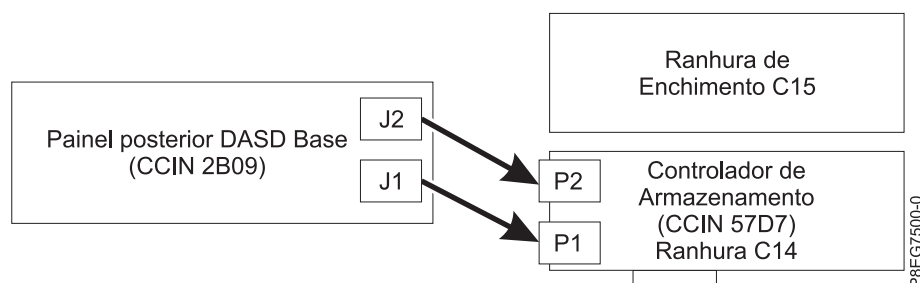

Figura 16. Voltar a ligar o cabo SAS numa configuração de armazenamento base
- Se tem um adaptador interno PCIe3 x8 SAS RAID (CCIN 57D7) na ranhura P1-C14 (componente de armazenamento base), um cabo SAS liga o conector (J1) do painel posterior da unidade de disco inferior ao conector P1 do adaptador. Um segundo cabo SAS liga o conector (J2) do painel posterior da unidade de disco superior ao conector P2 do mesmo adaptador. Consulte Figura 16.